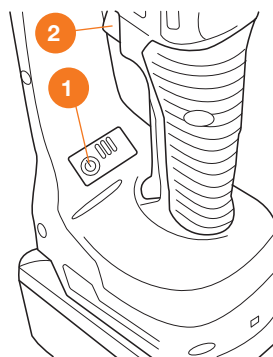

Рис. 9
2. Зажмите кнопку включения индикатора батареи **1**, на дисплее отобразится степень заряда батареи и пила будет готова к дальнейшей работе (Рис. 9).